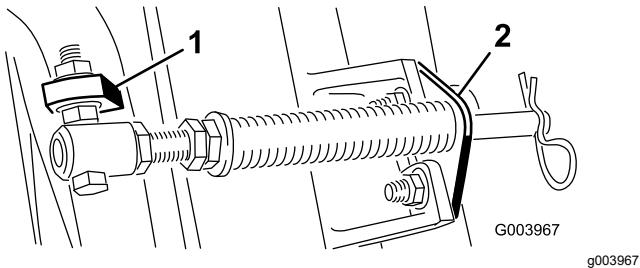
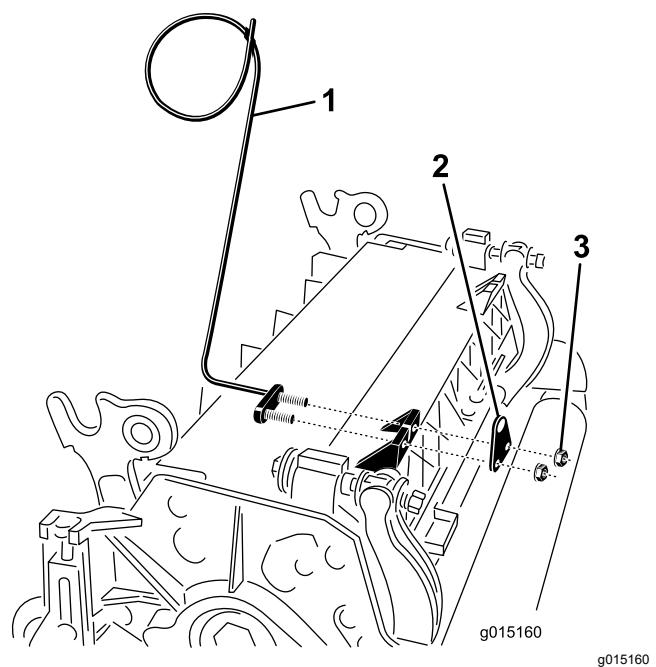

Figure 11
Figure 13
**Remarque:** Placez la tête du boulon sur le côté extérieur de la patte, comme montré à la Figure 11.
E. Montez le support de tige sur les pattes de l'unité de coupe à l'aide des boulons de carrosserie et des écrous (Figure 11). Sur l'unité de coupe, montez le guide-flexible gauche devant les pattes de l'unité quand vous reposez le support de tige (Figure 13).